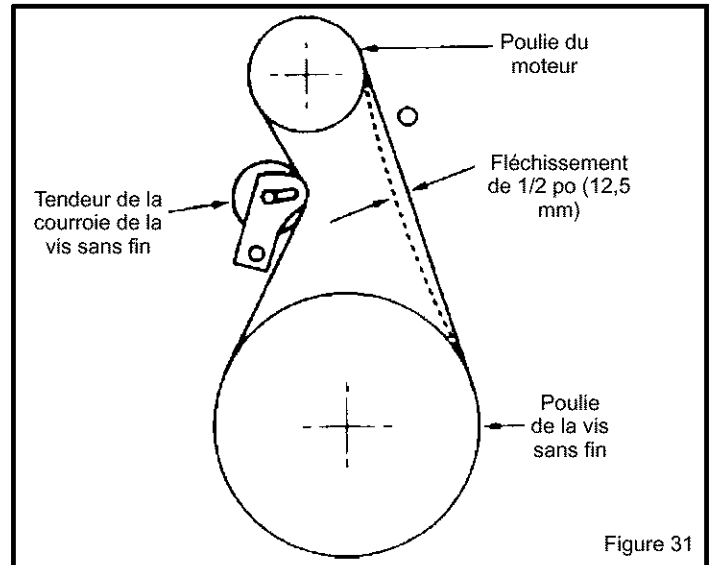

Figure 31
5. Demander à quelqu'un d'embrayer la vis sans fin avec la poignée du guidon. Vérifier la tension de la courroie (à l'opposé de la poulie de tension). La courroie doit fléchir d'environ 1/2 po (12,5 mm) sous une pression moyenne (Figure 31). Il peut être nécessaire de déplacer la poulie de tension une nouvelle fois pour obtenir la tension appropriée.